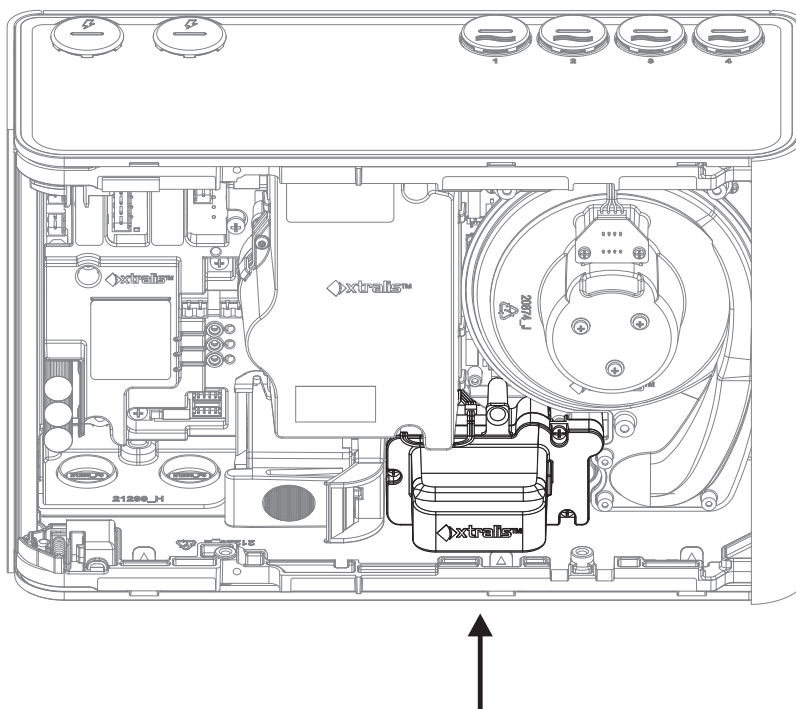

Figure 7-24: Réinstaller le module de prélèvement
1. Enfoncez fermement le module de prélèvement dans le détecteur (dans le sens de la flèche indiquée), de façon à ce que le joint en caoutchouc du module de prélèvement repose sur les tubes dans le détecteur (Figure 7-24). Vous sentirez le module glisser sur les tubes.